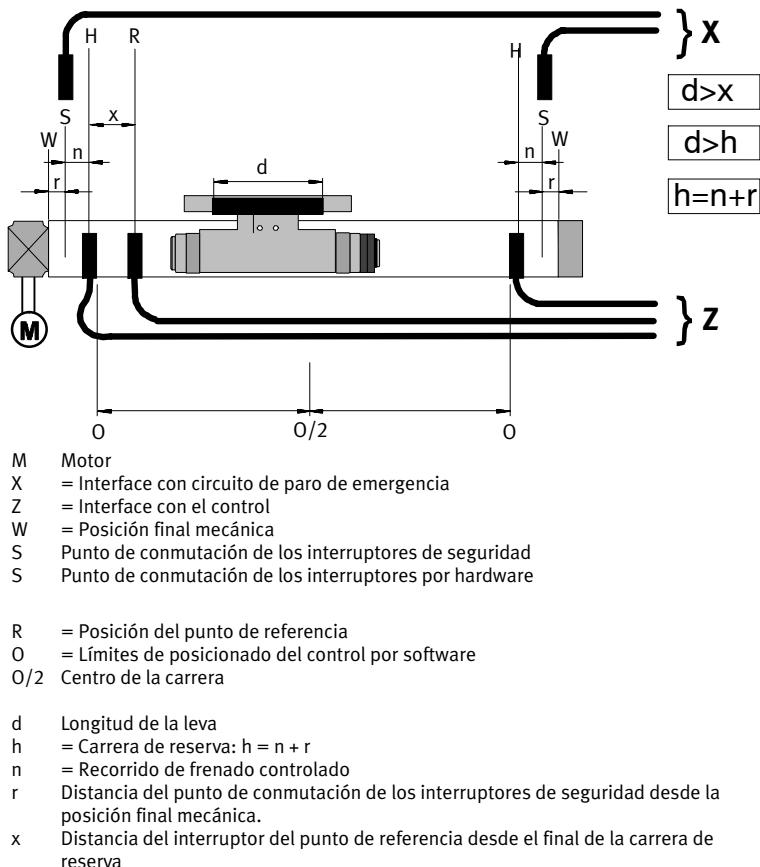

Fig. 38: Distribución esquemática de los interruptores de proximidad
- Utilice levas de conmutación de longitud d (véase Fig. 38).
1. Coloque los **interruptores de seguridad** en las posiciones finales mecánicas (W) como indica la Fig. 38.
1. Empuje primero la corredera en una posición final mecánica (W).
2. Posicione la corredera con una carrera de reserva h alejada de la posición final mecánica (véase también Fig. 38). Si es necesario, afloje brevemente el acoplamiento.
Debe haber un punto en el que tanto interruptor del punto de referencia con el interruptor por hardware cerca del motor respondan simultáneamente ($\leq d$, véase Fig. 38).